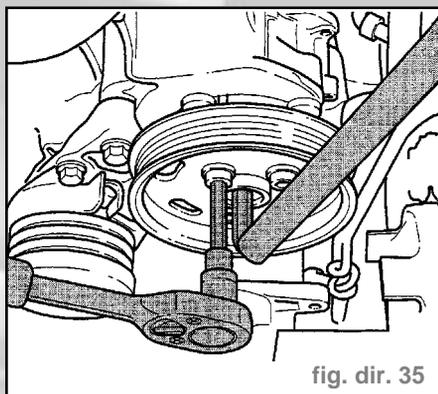

fig. dir. 35
- Débrancher la fiche (4) et déposer la tubulure d'admission.
- Dévisser la poulie ; à cet effet, faire contre-appui avec la clé mâle pour vis à six pans creux (ouverture **9 mm**) (fig. dir. 35).
- Dévisser la poulie ; à cet effet, faire contre-appui avec la clé mâle pour vis à six pans creux (ouverture 9 mm) (fig. dir. 35).